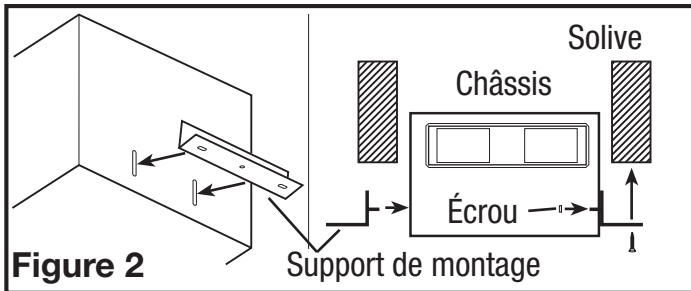

Figure 2
- Si les supports de montage ne sont pas déjà en place, installez les deux supports à travers l'ensemble des fentes de haut sur le boîtier du ventilateur et fixez en place avec les quatre écrous inclus comme indiqué. Centrez le boîtier du ventilateur entre les solives et fixez les supports de montage avec des vis (non incluses) à la solive. Ajustez la hauteur du boîtier de sorte qu'il soit en affleurement avec le plafond fini en desserrant les écrous du support de montage et le boîtier couissant vers le haut ou vers le bas sur le support. Serrez complètement les quatre écrous pour fixer le boîtier en place (Figure 2).